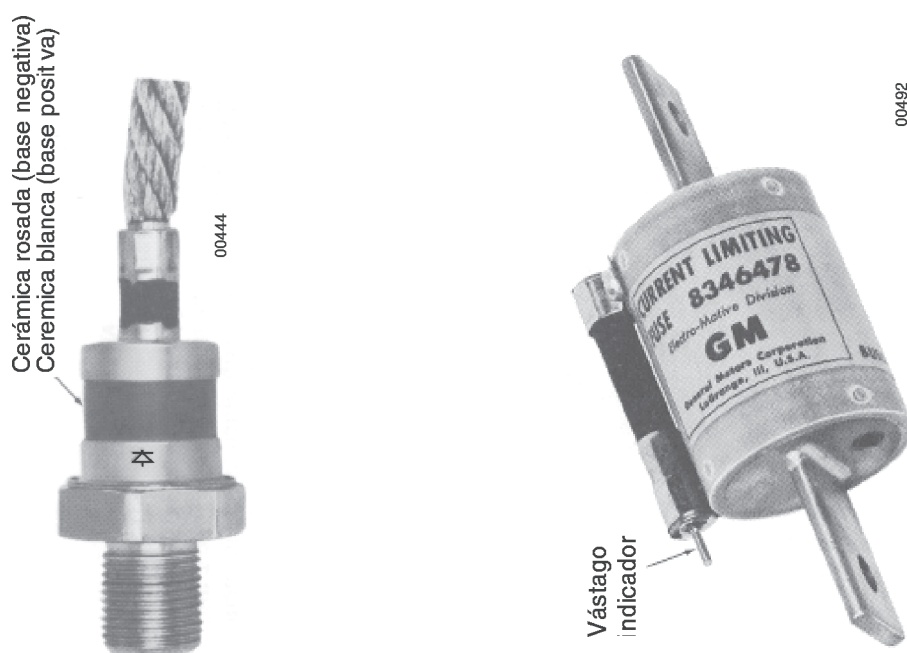

Figura 9-4. Diodos y fusibles de los bancos rectificadores
- Igual numero de diodos de base positiva que diodos de base negativa, ver figura 9-4..
- Fusibles de protección, ver figura 9-4..